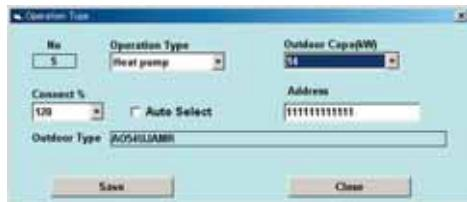

Рис. 6.3.2
Для изменения параметров нового наружного блока нажать кнопку "Изменить" (Modify) (6). Затем пользователь может изменять данные по выбранному наружному блоку (рис. 6.3.2). После внесения изменений нажать кнопку "Сохранить" (Save); откроется окно подтверждения. При нажатии кнопки "Да" информация будет сохранена.